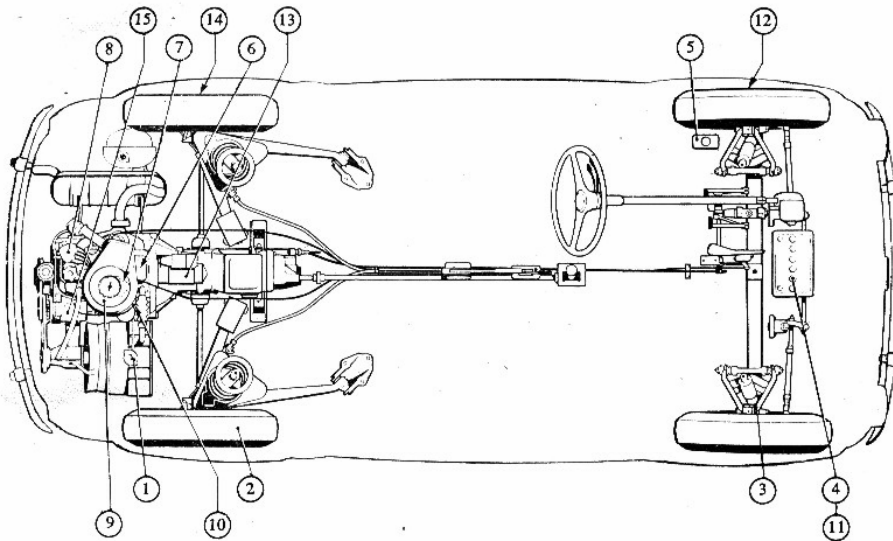

Fig. 1-8.- Elementos mecánicos de cuidados periódicos.
- 1.- Radiador y tanque de reserva (Fig. 1-8), revisar y rellenar. Cáster de aceite del motor, revisar nivel.